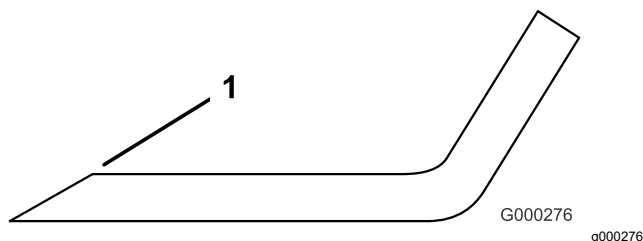

Figura 110
- Utilize uma lima para afiar aresta de corte em ambas as extremidades da lâmina (Figura 110).
Nota: Se lâmina não estiver equilibrada, lime algum metal da extremidade da aba apenas (Figura 110).